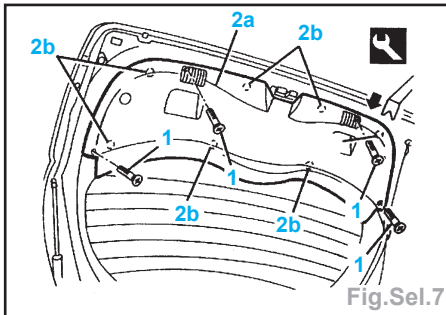

Fig.Sel.7
• les fixations (1 et 2b) et le panneau de hayon (2a) (Fig.Sel.7),